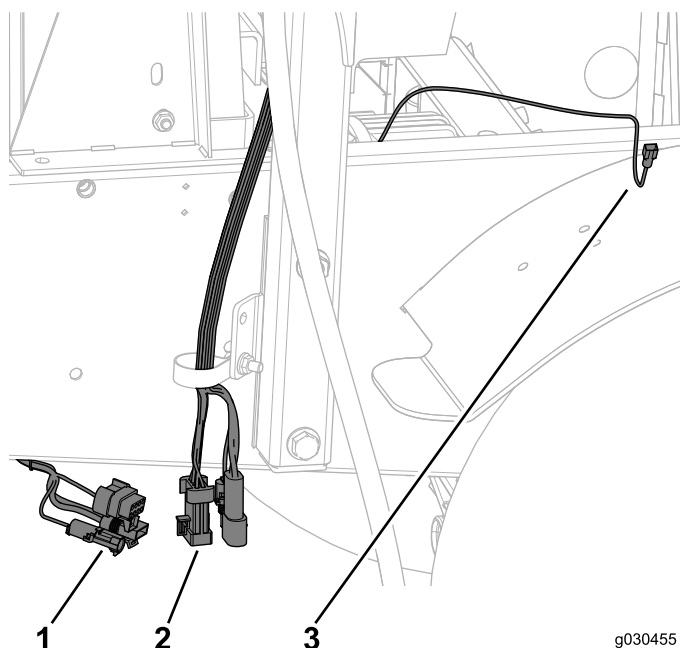

Figura 61
1. Desligue a cablagem presa à máquina a partir da cablagem presa à cabina (Figura 61).